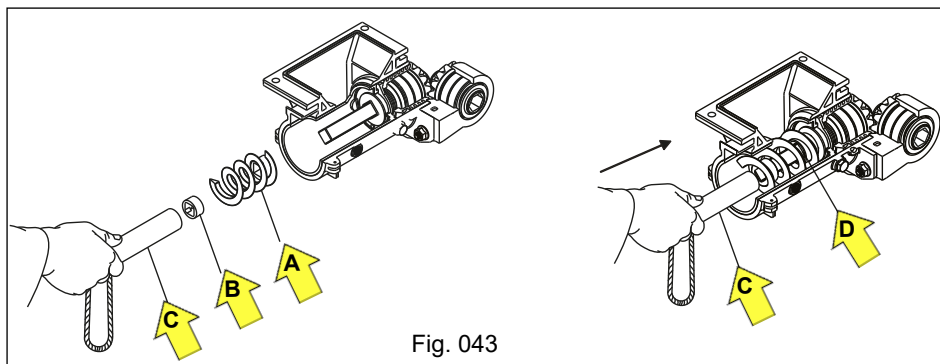

Fig. 043
c) Após a limpeza ou substituição, coloque a rosca sem fim "A", juntamente com o anel trava "B", através do tubo fixador "C", observando que a rosca sem fim e o anel trava fique bem posicionados na base do Eixo Acionador "D" (Fig. 043).